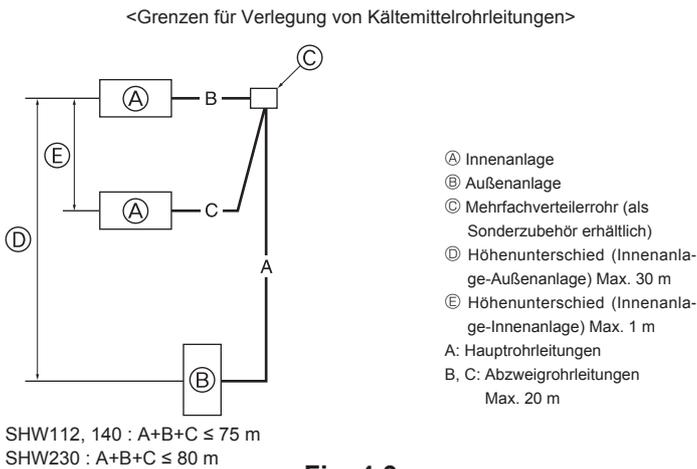

Fig. 4-9
4.7. Für Doppel-/Dreifach-/Vierfachkombination (Fig. 4-9) (nur für Klimaanlage)